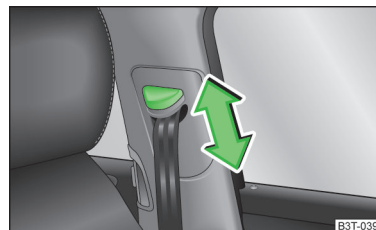

Fig. 7
- Presione el herraje de inversión y desplácelo en el sentido deseado, hacia arriba o hacia abajo » fig. 7.